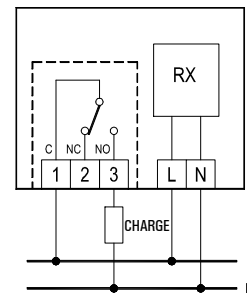

Fig. 7
- 6 Effectuer les connexions électriques en suivant le schéma de connexion de la Fig. 7 ou 8 et le paragraphe "Connexions électriques".
Pour le câblage suivre le schéma reporté en Fig. 7 ou 8.
La Figure 7 montre comment connecter une vanne qui sera alimentée quand la sortie est activée, c'est-à-dire quand le thermostat demande de la chaleur (chauffage) en utilisant le contact NA du relais.